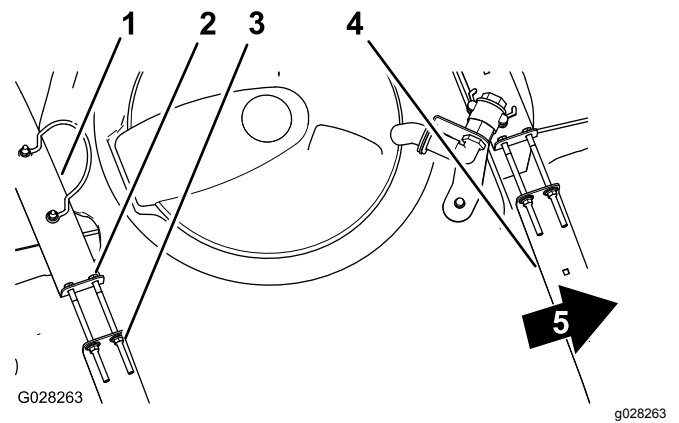

図 18
2. タンクとタンク固定ベルトとの間に、たるみができていないか点検する 図 18。
3. ベルトにゆるみがある場合には、ベルトの上部にあるフランジロックナットとボルトを締めてベルトとタンクとが面一になるようにする 図 18。